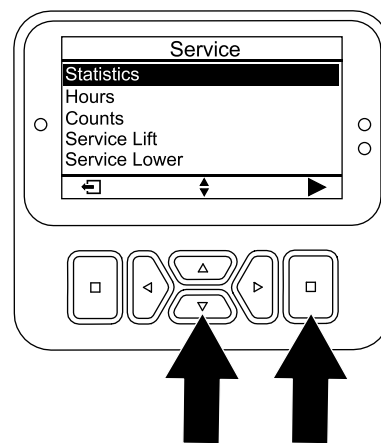

Figura 96
5. În ecranul SERVICE, apăsai butonul jos până când este selectată opțiunea STATISTICS (Statistici), apoi apăsai butonul de selectare (Figura 96).